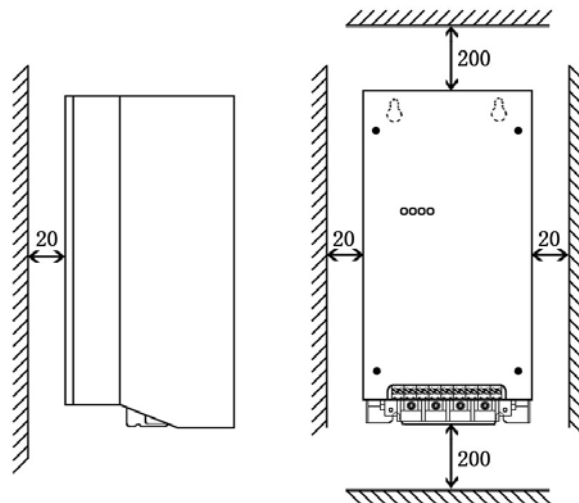

图 3-2 最小安装示意图
- (1) 请安装在室内通风良好、无阳光直射的场所；
- (2) 不要安装在多导电尘埃、金属粉末、腐蚀性、爆炸性气体场所；
- (3) 环境温度在  $-10^{\circ}\text{C}\sim 45^{\circ}\text{C}$  范围内，湿度在 20%~90%RH，无水珠凝结，振动小于 0.5G；
- (4) 为保证良好的通风散热，将调速器竖直安装，并且留有足够空间，最小空间如图 3-2 所示（单位：mm）